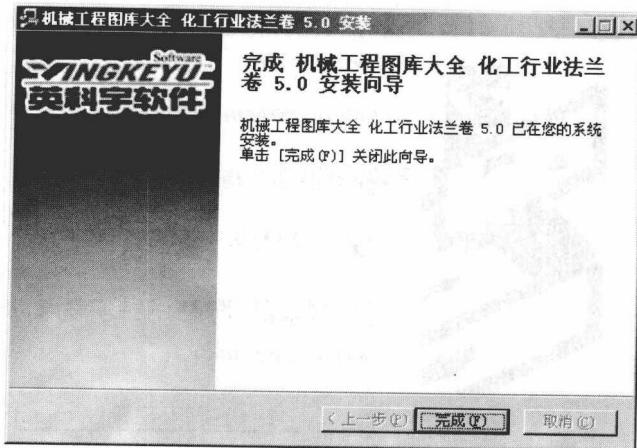

图 1-4 “安装完成”对话框
(4) 安装完毕后，Windows 桌面上将会生成一个名为“化工行业法兰卷”的图标，并弹出如图 1-4 所示的“安装完成”对话框，表示该软件已经安装成功。如果没有出现上述提示，则表明安装程序没有正常执行完毕，建议重新安装。